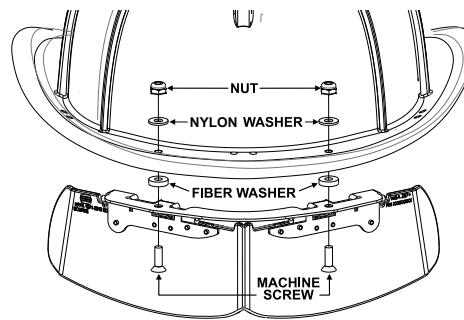

Fig. 6 Montage de la visière Bourke sur casques antifeu 1010 / 1044 / 880 / 1836
- (4) En utilisant la quincaillerie fournie, monter la visière Bourke sur le casque respectif comme illustré aux Fig. 6 et Fig. 7.
- (5) Retirer la pellicule de protection des visières.